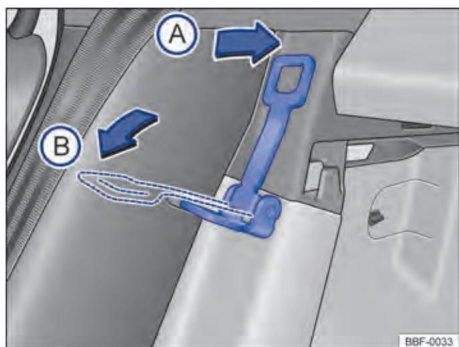

Figure. 67 Derrière le siège arrière : levier de réglage de l'inclinaison du dossier
– Position A  placer le levier → Fig. 67 dans le sens de la flèche A, pour remettre le dossier dans sa position d'origine.
– Position B  placer le levier → Fig. 67 dans le sens de la flèche B, pour agrandir le coffre.
Volkswagen déconseille de monter le siège enfant sur le siège arrière en position B → fig. 67.